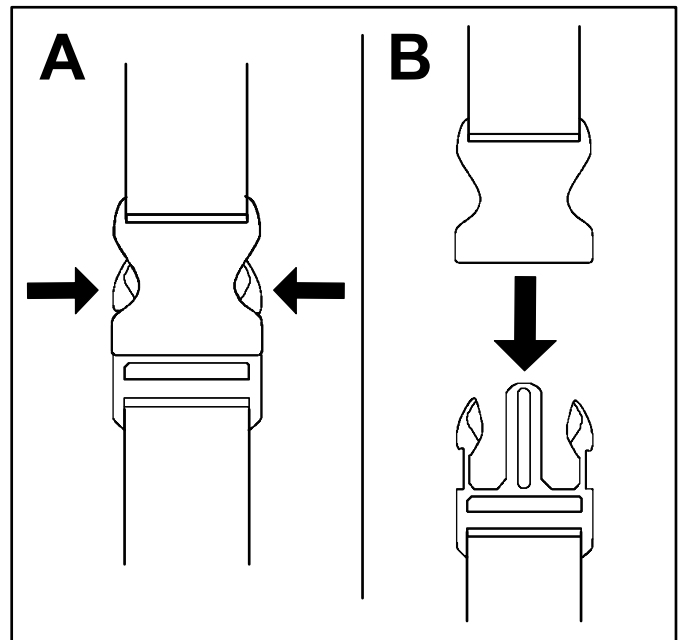

Bild 5
1. Beiden Seiten der Schnellverschlussschnalle eindrücken (A in Bild 5).
2. Lassen Sie die Schnellverschlussschnalle sich lösen (B in Bild 5).